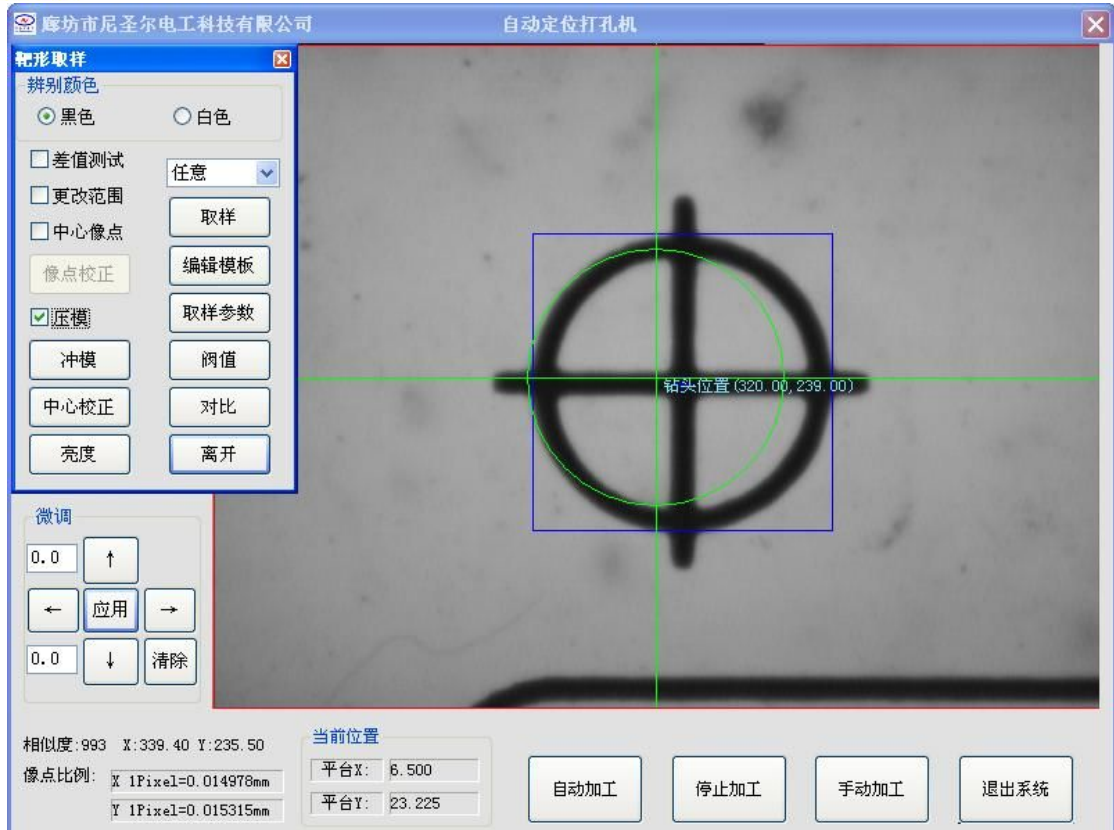

图 3.2
- 2) 点击屏幕“取样”按钮，系统自动捕作图形。如若捕作图形非所要求冲孔图形，可点击“取样参数”，手动框图，框好后点“取样”红线框变蓝，取样成功。图 3.2